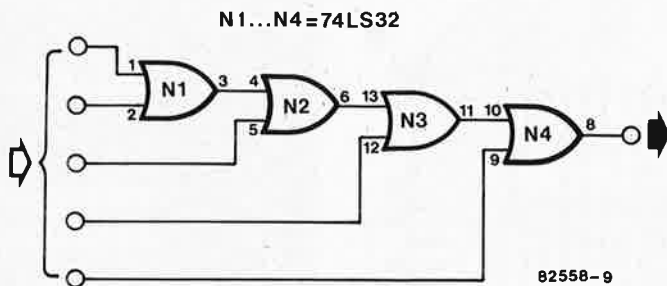

Figure 9. Une porte NOR à cinq entrées pourra combiner les différents signaux OPACK lorsqu'on utilise quatre programmeurs.
- un (ou plus quatre max.-) programmeur est nécessaire (voir chapitre 21 du livre consacré à l'O.J.T.V.). Les connexions à effectuer avec la carte principale y sont également décrites. Si l'on utilise plusieurs programmeurs, les entrées OPACK devront être combinées par une porte OR à entrées multiples (voir figure 9).